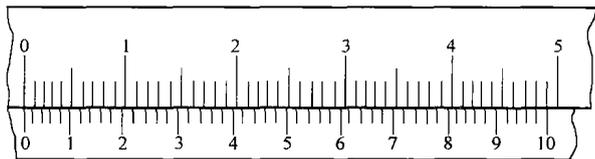

图 1-6 游标卡尺的刻线
(2) 游标卡尺的原理及读数方法。以测量精度为 0.02mm 的游标卡尺为例说明其原理，尺身刻度是每小格为 1mm，每一大格为 10mm；游标上刻度是每格为 0.98mm，共有 50 格，总的刻度线长度为 $0.98\text{mm} \times 50 = 49\text{mm}$ 。当固定测量爪与活动测量爪合并时，尺身上的 0 刻度线和游标上的 0 刻度线正好对齐，而尺身上每一格的间距与游标上每一格的间距之差为 $1\text{mm} - 0.98\text{mm} = 0.02\text{mm}$ ，50 格共相差 $0.02\text{mm} \times 50 = 1\text{mm}$ ，即游标上的第 50 格刻度线和尺身上的第 49 格刻度线正好对齐，如图 1-6 所示。